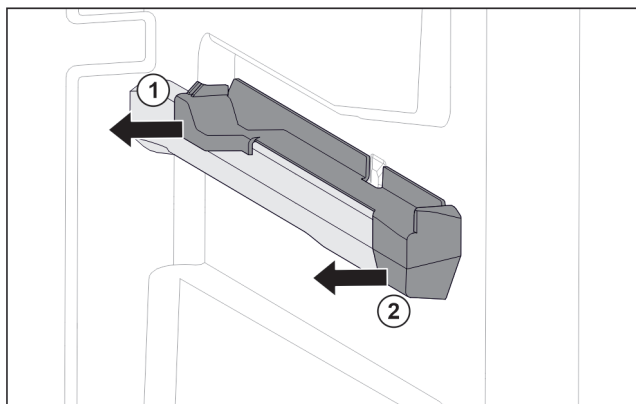

Fig. 79 Вставна частина на правому ребрі для резервуару
- ▶ Відсунути вставну частину назад вбік. Fig. 79 (1)
- ▶ Відсунути вставну частину вперед вбік. Fig. 79 (2)